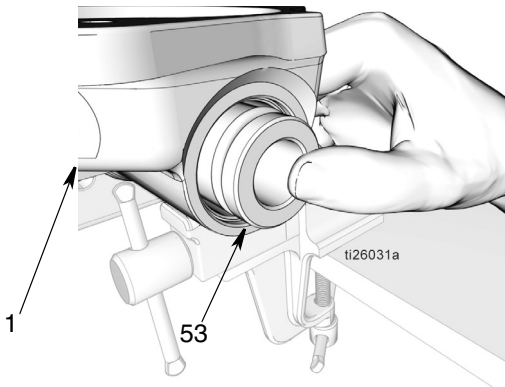

FIG. 45
- d. Appuyer avec les pouces pour insérer le manchon (53) dans la base de la pompe (1). Ensuite, à l'aide d'une tige tendre, enfoncer le manchon aussi loin que possible (FIG. 45).
**REMARQUE :** Attention à ne pas rayer ou endommager le manchon et/ou le corps de la base de la pompe (1) en insérant le manchon dans la base de la pompe. Des surfaces rayées ou endommagées constitueront un chemin de fuite pour le liquide pendant le fonctionnement de la pompe et empêcheront le bon fonctionnement de la pompe.